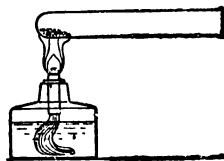

Рис. 9.
■ **Опыт 1.** Нагрейте в пробирке очень немного (рис. 9) зелёного порошка — *углемедной соли* (встречается в природе в виде минерала малахита). Держите пробирку горизонтально и наблюдайте происходящие явления. ■